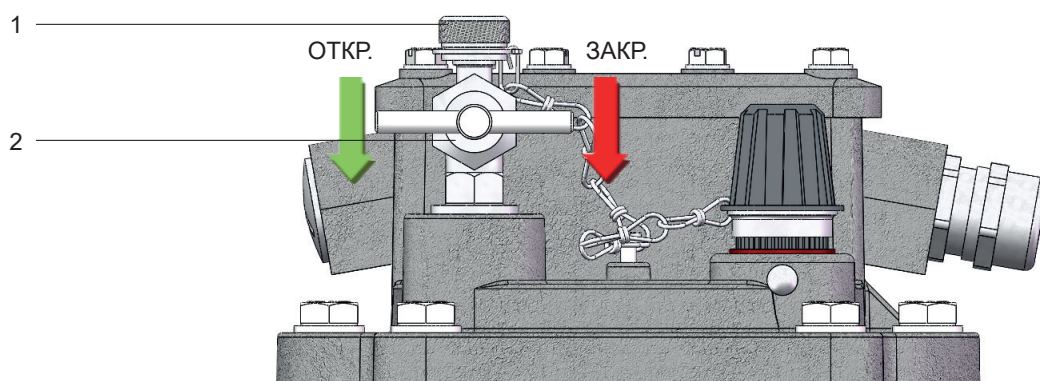

Рис. 4 - Клапан для выпуска воздуха
- Отвинтить малую колпачковую гайку (рис. 4/ № 1) с клапана для выпуска воздуха (4/ № 2).